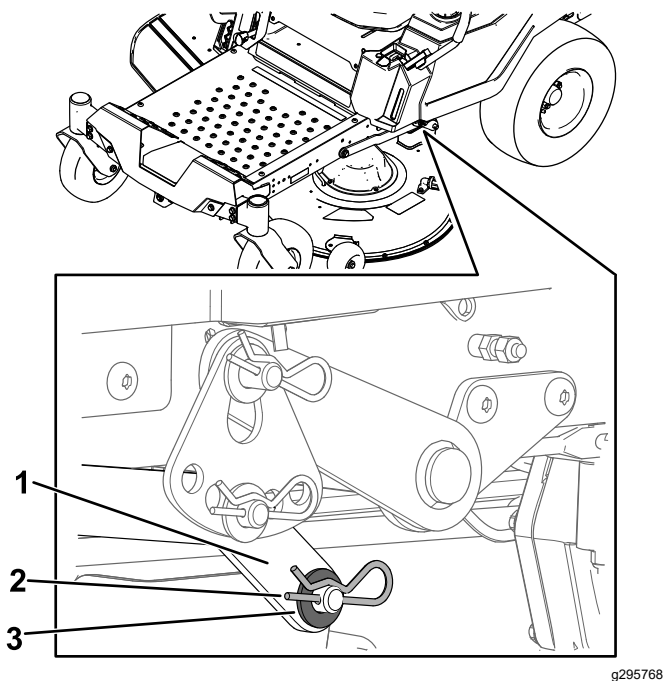

Figura 72
- Pe o parte a mainii, îndepărtai aiba i tiftul în formă de agrafă de la tiftul punii (Figura 72).
- Îndepărtai braul de ridicare de la tiftul punii (Figura 72).
- Pe o latură a mainii, ridicați partea din spate a punii mainii de tuns iarba și montați braul de ridicare la tiftul punii (Figura 72).
- Montați braul de ridicare utilizând aiba i tiftul în formă de agrafă (Figura 72).